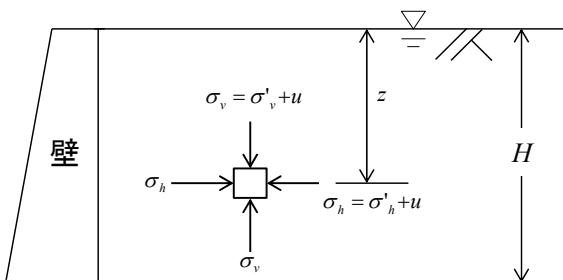

図 1
(1) 次の空欄に入る用語をそれぞれ示せ。
図1に示すように壁とその背後に水平な地盤がある。図1の壁が左方向に移動したとき、壁背面にある土要素が[ ① ]平衡状態になり、その結果、壁背面の地盤が[ ② ]状態に至る。また、壁が右方向に移動したときには、背面地盤は[ ③ ]状態に至る。一般に[ ② ]土圧と[ ③ ]土圧を比較すると[ ④ ]土圧の方が大きく、土の内部摩擦角が大きいほど[ ⑤ ]土圧は小さくなる。これら土圧を計算する手法として、モール・クーロンの破壊基準を用いるランキン土圧と、壁体の背面の土の中に直線状のすべり面があり、くさび状の土塊がすべり面に沿って動くことを仮定して計算する[ ⑥ ]土圧が知られている。
(2) ランキン土圧に関する以下の設問に答えよ。ただし、土の有効応力に関する内部摩擦角を $\phi'$ 、粘着力を $c'$ とする。
- (c) 図1に示す高さ $H$ の壁において、単位奥行きあたりに作用する主働土圧合力 $P_A$ と受働土圧合力 $P_P$ をそれぞれ計算せよ。ただし、壁の背面地盤の地下水位は、背面地盤の表面と一致するとし、 $\phi' = 30^\circ$ 、 $c' = 0$ 、 $\gamma_{\text{sat}} = 20[\text{kN/m}^3]$ 、 $\gamma_w = 10[\text{kN/m}^3]$ 、 $H = 5\text{m}$ とする。なお、土圧合力には水圧も含まれることに留意すること。